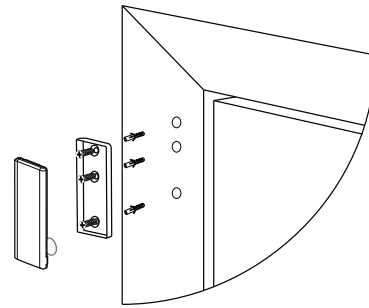

Bild 5: Enhetens skruvinstallation
2. Skruva fast enhetsbasen på dörrkarmen. Se Bild 5.